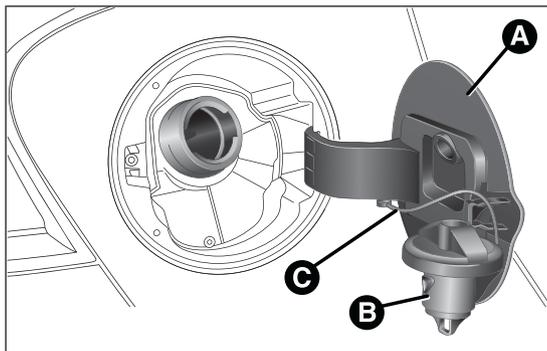

fig. 87
- aprire lo sportello A fig. 87 tirandolo verso l'esterno;
Il tappo è dotato di un dispositivo antismarrimento C fig. 87 che lo assicura allo sportello rendendolo imperdibile. Durante il rifornimento agganciare il tappo allo sportello come illustrato in figura.
A rifornimento effettuato inserire il tappo B fig. 87 (completo di chiave) nella sua sede e ruotarlo in senso orario, fino ad avvertire uno o più scatti. Ruotare la chiave di avviamento in senso orario ed estrarla. Chiudere infine lo sportello A.